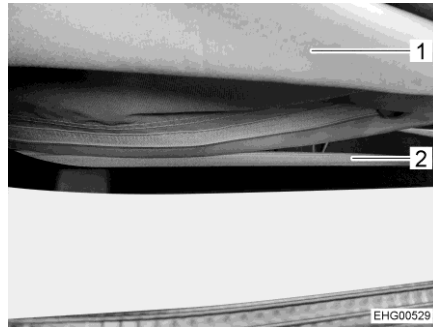

Fig. 33 Cerniera
- Aprire completamente la cerniera (Fig. 33,2) sul lato inferiore del soffitto (Fig. 33,1).